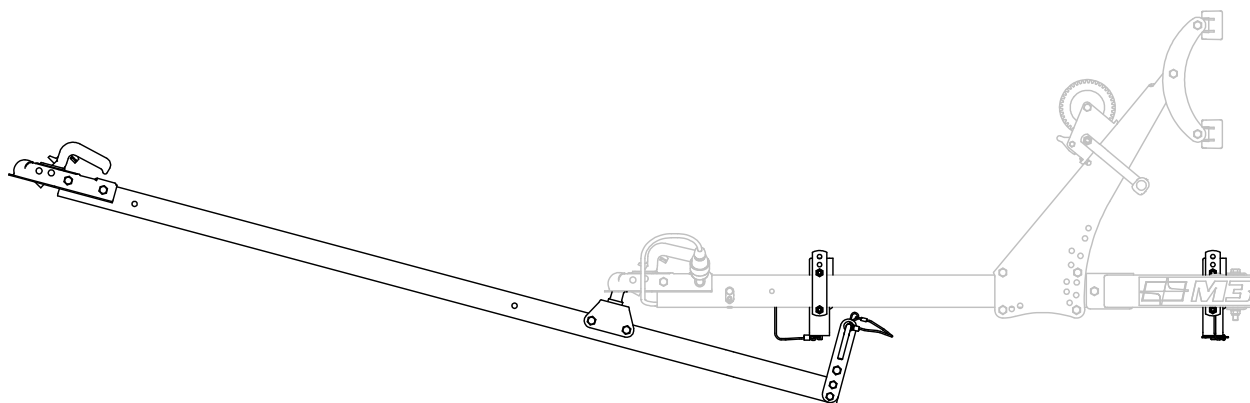

Рис.5
6.2.2 Вилку жгута установить в держатель, расположенный на сцепной головке прицепа. При наличии опорного колеса, установить дышло в горизонтальное положение. Закрепить шар удлинителя в сцепной головке прицепа рис.5.